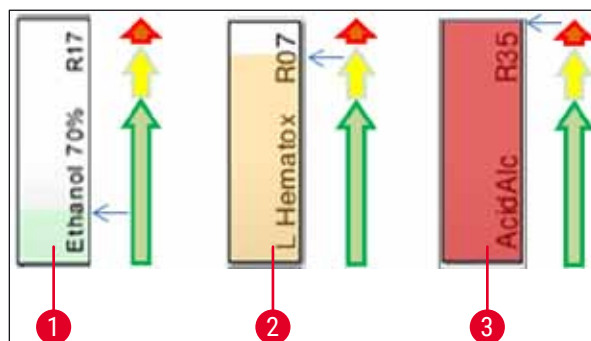

Bild 69
- En bakgrundsfärg (→ "Bild 69")
- Bakgrundsfärgen anger reagensens förbrukningsstatus (→ "Bild 69"). När reagensen är förbrukad stiger färgpelaren nedifrån och upp och ändrar färg beroende på förbrukningsstatus.